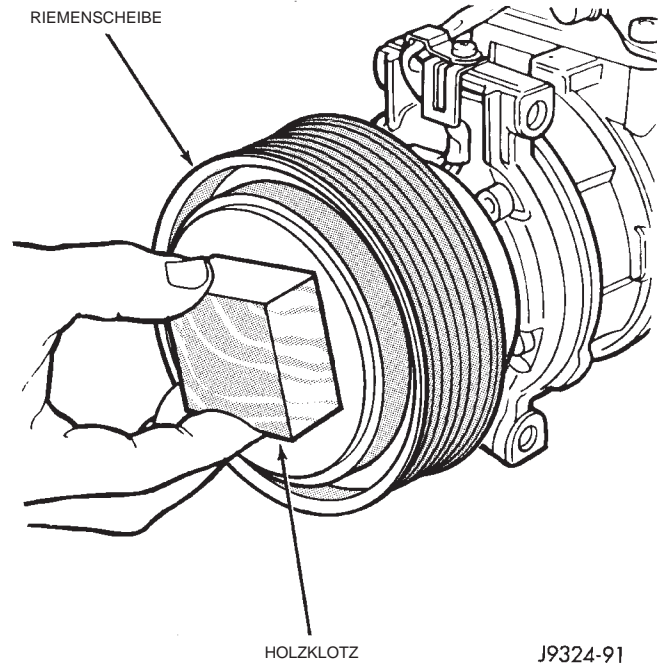

Abb. 10 Riemenscheibe einbauen
(4) Riemenscheibe am Kompressor anbringen. Falls erforderlich, hierbei einen Holzklötzchen auf die Reibfläche drücken und leicht mit einem Hammer auf den Holzklötzchen klopfen (Abb. 10).